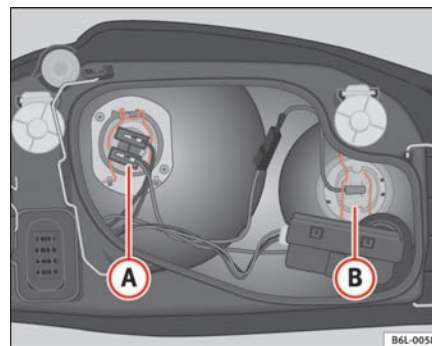

Fig. 143 Nærlyspære
- Træk stikket af pæren A ⇒ fig. 143.